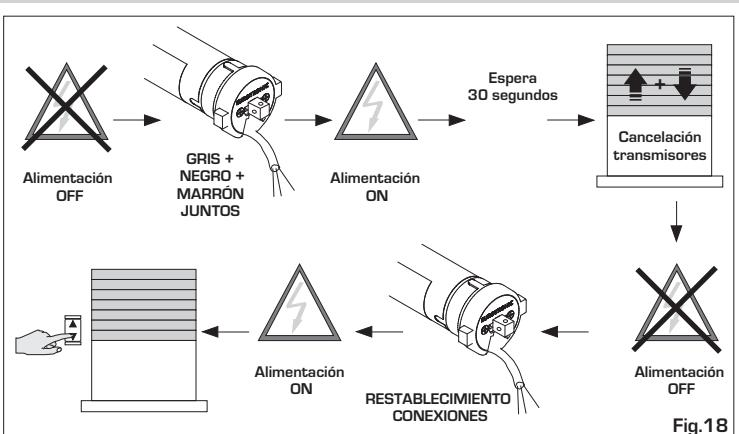

Fig. 18
9.1 Cancelación de todos los transmisores memorizados (véase la Fig. 18):